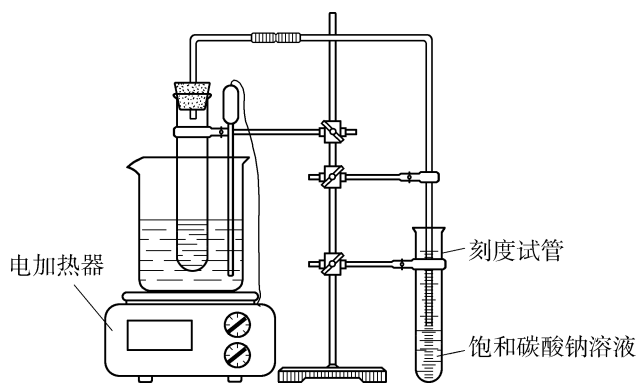

图 13.1 制备乙酸乙酯的实验装置
(1) 在试管中加入 3 mL 无水乙醇,将试管放在冰水浴中,然后一边振荡试管,一边慢慢滴加 2 mL 浓硫酸,再加入 2 mL 冰醋酸,混合均匀。稍冷后加几粒沸石(或碎瓷片),塞上带导管的橡胶塞。
(2) 把试管放入盛有热水的烧杯中,用铁夹将其固定在铁架台上。
(3) 在刻度试管中加入 3~4 mL 含有酚酞的饱和 Na_2CO_3 溶液。
(4) 按图 13.1 所示连接装置,将导管右侧的一端伸入刻度试管液面上方 2~3 cm 处。
(5) 用控温电加热器小心均匀加热(控制水浴温度约 $95\text{ }^{\circ}\text{C}$),反应产生的蒸气经导管(在空气冷凝下)通到饱和 Na_2CO_3 溶液液面上,计时 10 min,观察实验现象。
(6) 反应停止后,用手煽动刻度试管口,闻收集产物的气味,观察并记录上层油状液体的体积。
(7) 轻轻振荡刻度试管,使油水两相混合,然后静置分层,闻产物的气味,再观察并记录上层油状液体的体积。